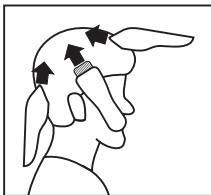

Figura 9
- Usando o pente de 6 mm, cortar a partir da nuca até o alto da cabeça. Manter o pente contra a cabeça e lentamente mover o aparelho através dos cabelos (Figura 9).
- Usar a mesma técnica cortando de baixo para cima nas laterais da cabeça (Figura 9).